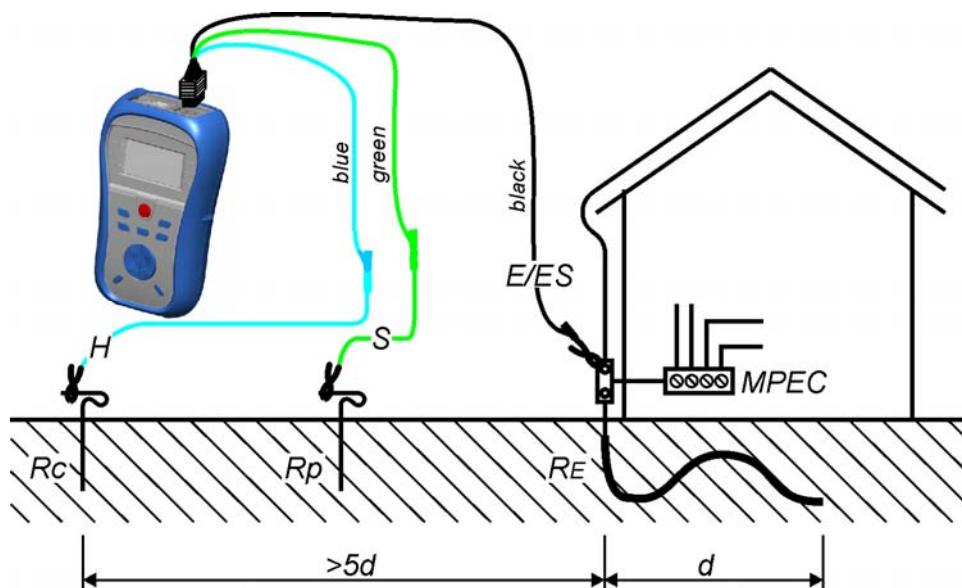

Рисунок 5.28: Сопротивление заземления, измерение основного заземления электроустановки
- ❑ **Подключите** измерительные провода к объекту измерений (см. рисунок 5.28).